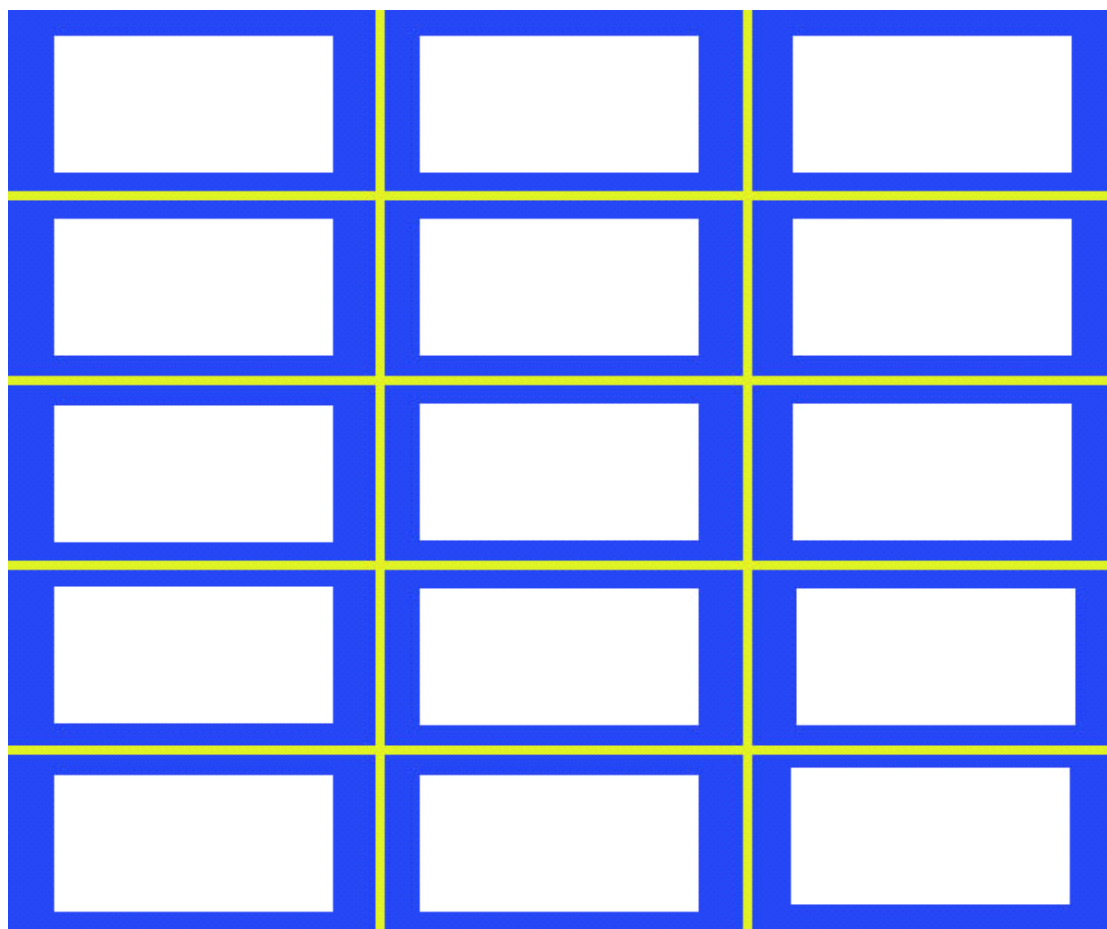

图 1.3
2) 提取区域大小: 指的是在标准点位的范围大小, 一般用像素衡量。如图 1.3 (蓝色区域是影像, 黄色栅格将影像划分成 M 行 N 列, 示例图为 3 列 5 行。白色区域即是提取转点区域, 可自行设这该区域的范围大小。该区域越大那么整张影像匹配的区域也就越大, 处理速度越慢, 该区域越小那么整张影像匹配的区域也就越小, 处理速度越快。)